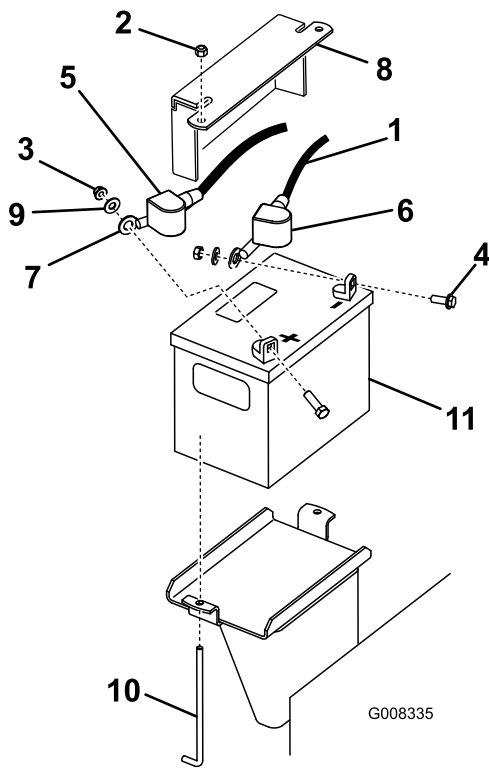

Figure 43
3. Enlevez le capuchon en caoutchouc noir qui protège le câble négatif. Débranchez le câble négatif de la batterie de la borne négative (-) de la batterie (Figure 43).
- Enlevez le capuchon rouge de la borne positive (rouge) de la batterie. Débranchez ensuite le câble positif (rouge) de la batterie (Figure 43).
- Enlevez la plaque de maintien, les boulons en J et les contre-écrous de fixation de la batterie (Figure 43) et retirez la batterie.
- Placez la batterie sur la machine (Figure 43).
- Commencez par relier le câble positif (rouge) à la borne positive (+) de la batterie avec un écrou, une rondelle et un boulon (Figure 43). Glissez le capuchon de caoutchouc sur la borne de la batterie.
- Reliez ensuite le câble négatif et le câble de masse à la borne négative (-) de la batterie avec un écrou, une rondelle et un boulon (Figure 43). Glissez le capuchon de caoutchouc sur la borne de la batterie.